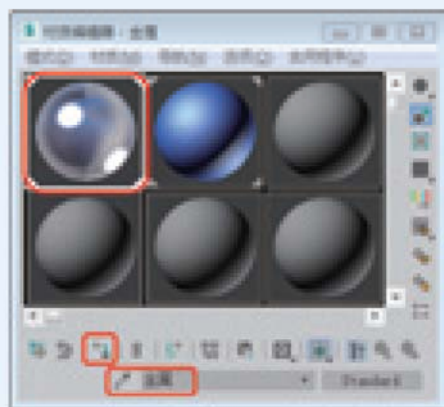

图4-26 指定材质
- 04 按M键打开【材质编辑器】对话框，在该对话框中选择【金属】材质，并单击【将材质指定给选定对象】按钮，将材质指定给新创建的几何球体，如图4-26所示。